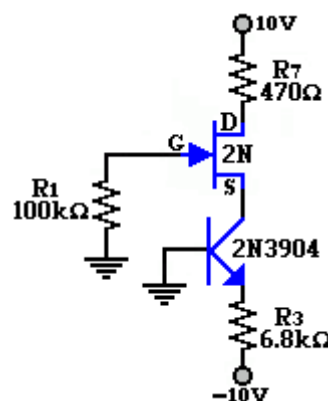

Figura 10.7.
9. Arme el circuito de la figura 10.7. Mida y anote los 3 valores indicados en la tabla 10.5. Repita las mediciones para los otro JFET.